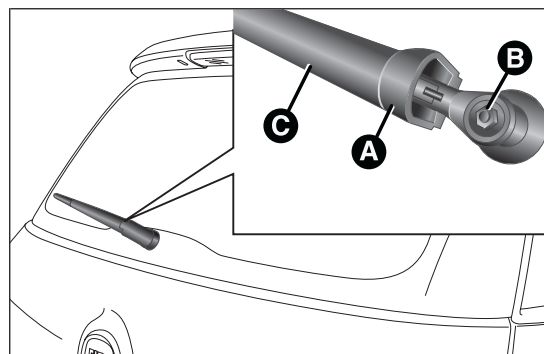

fig. 205
- ☐ sollevare la copertura A fig. 205, svitare il dado B e rimuovere il braccio C;